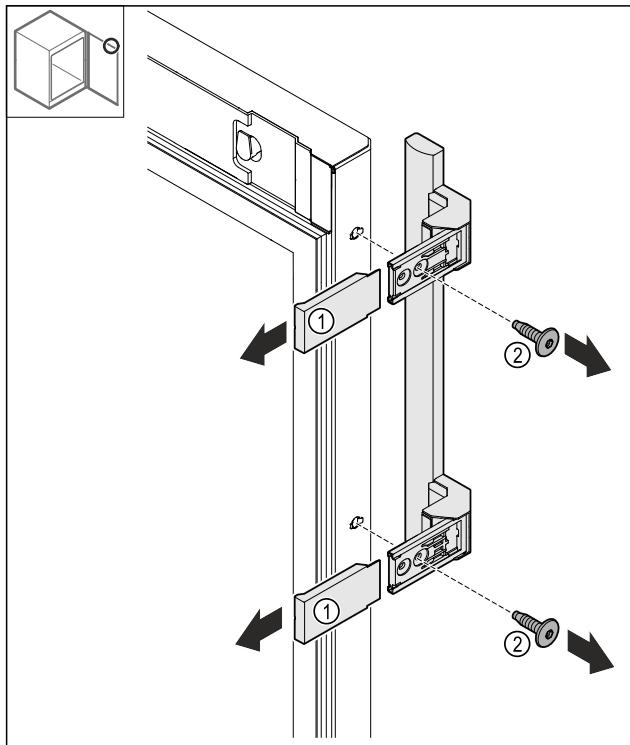

Fig. 24
- Noņemiet pārsegus Fig. 24 (1).
- Atskrūvējiet skrūves Fig. 24 (2).